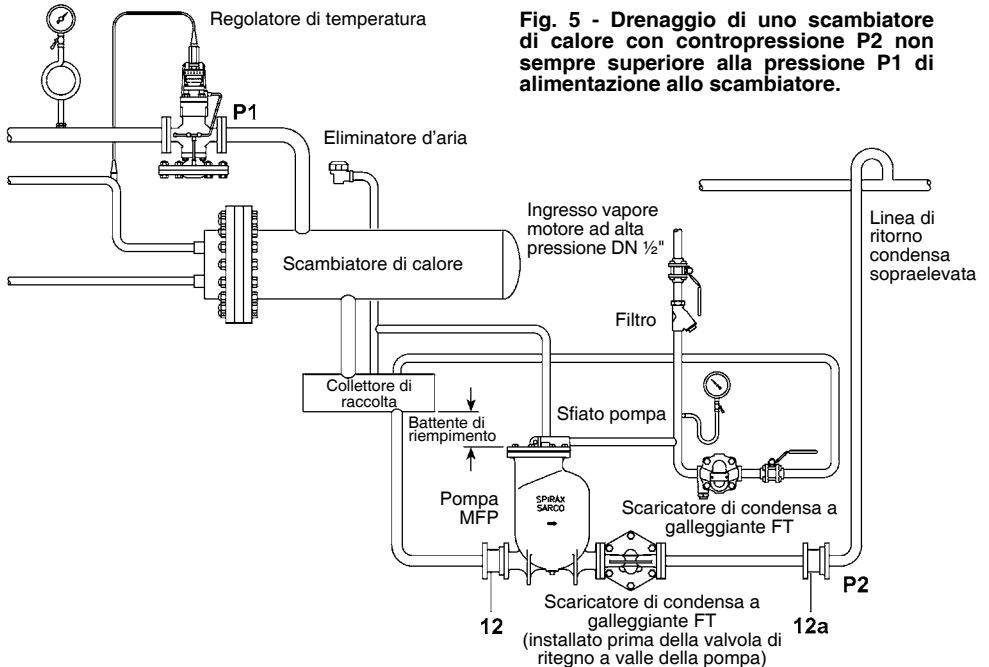

Fig. 5 - Drenaggio di uno scambiatore di calore con contropressione P2 non sempre superiore alla pressione P1 di alimentazione allo scambiatore.
6. Se, in qualsiasi momento, la contropressione sulla linea di mandata della pompa diventa inferiore alla pressione nell'apparecchio da drenare, tra la pompa e la valvola di ritegno in uscita deve essere installato uno scaricatore di condensa a galleggiante provvisto di elemento termostatico di sfiato (Fig. 5).